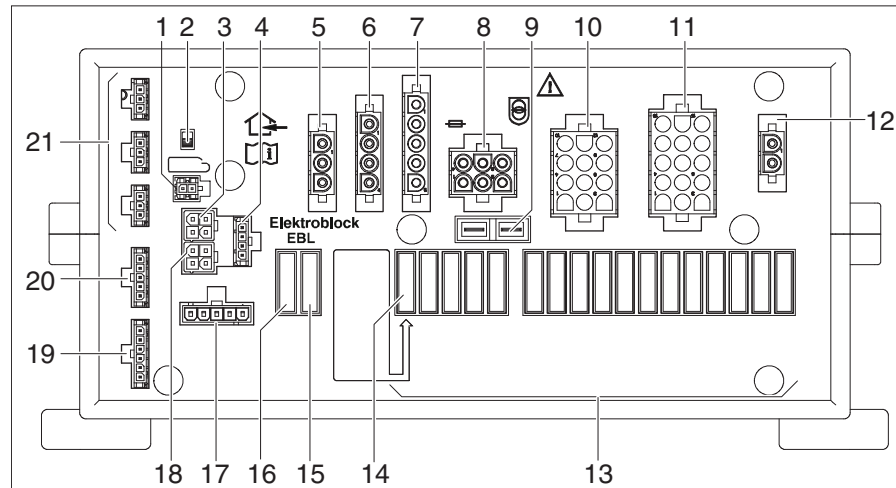

Bild 249 Elektroblock (EBL 402/403)
Einbauort Der Elektroblock EBL 402/403 (Bild 249) befindet sich in der Heckgarage auf der rechten Seite.
- ▷ Der Batterie-Trennschalter (Bild 249,2) trennt alle Verbraucher, die am Elektroblock angeschlossen sind, vom 12-V-Netz.
- Batterie-Trennschalter (Bild 249,2) drei Mal hintereinander aus- und wieder einschalten.